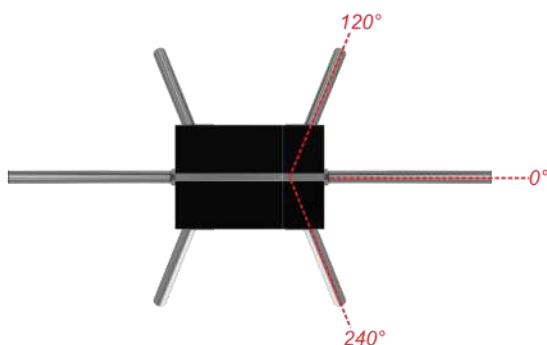

Рис.20 – Поводок турникета в нулевом положении
2. Выставить новое нулевое положение поводка (Рис.20);